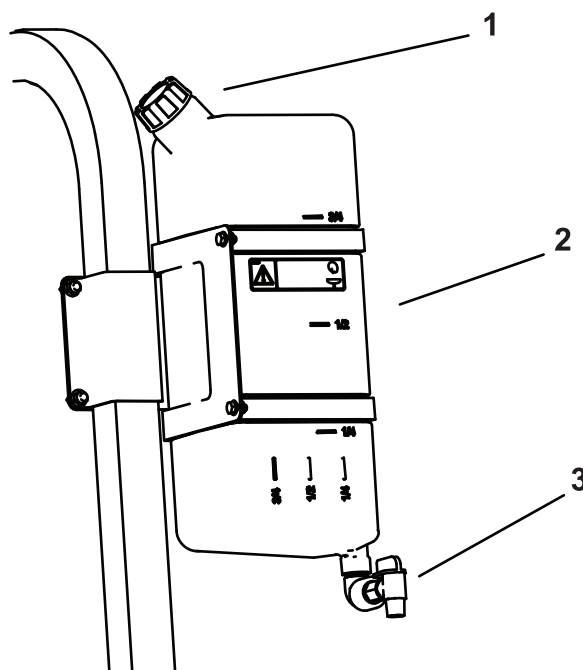

Figure 70
- Pour remplir le réservoir, dévissez le bouchon situé sur le dessus, remplissez-le d'eau douce puis revissez le bouchon en place (Figure 70).
- Pour ouvrir le robinet du réservoir d'eau douce, tournez le levier sur le robinet (Figure 70).